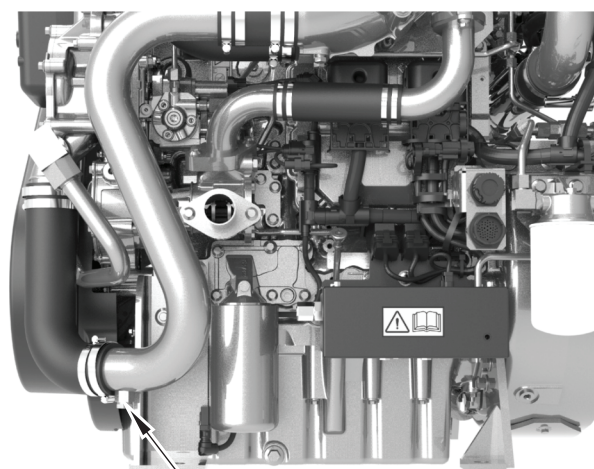

Figure 2
2. Retirez le bouchon de vidange (figure 2, repère 1) du tuyau d'échangeur thermique.